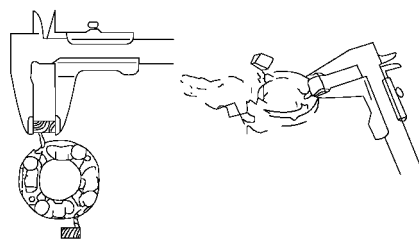

图 6-16 更换电刷架和磁场框架
(1) 检查电刷长度。使用游标卡尺测量电刷长度，如图 6-16 所示。